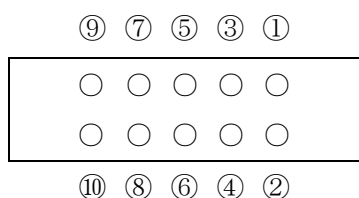
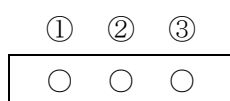

図3 接続用ケーブルB
図5 ケーブルD用コネクタCN3ピン配置図
(5) 注意事項
- (f) 接続ケーブルA，B，C，Dについては，図2，図3，図4，図5の仕様に基づいて競技者が事前に製作して持参する。ケーブルの長さは自由。